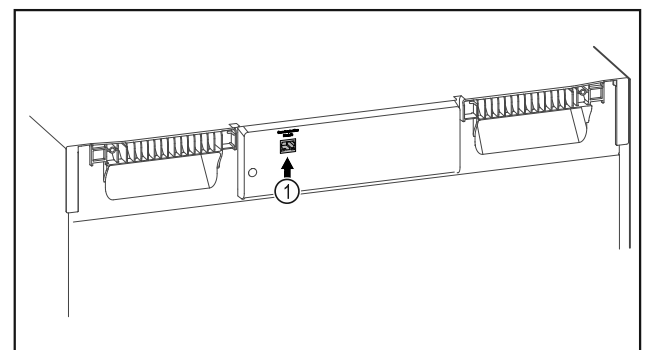

Fig. 103
- SmartModule Fig. 103 (1) on otettu käyttöön.